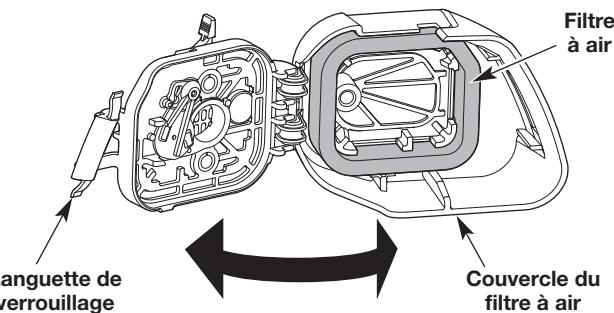

Fig. 18
- Pour ouvrir le couvercle du filtre à air: appuyez sur la languette de verrouillage et pivotez le couvercle du filtre à air vers la droite (Fig. 18).
- Retirez le filtre à air de l'intérieur du couvercle du filtre à air (Fig. 18).
- Remettez le filtre à air en place à l'intérieur du couvercle du filtre à air (Fig. 18).
- Pour fermer le couvercle du filtre à air : pivotez le couvercle du filtre à air vers la gauche et appuyez dessus en position fermée jusqu'à ce que la languette de verrouillage s'enclenche en place (Fig. 18).